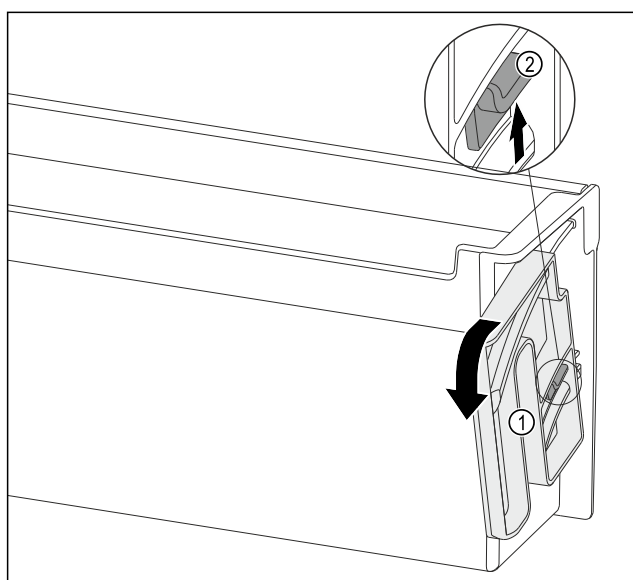

Fig. 133
- Ruotare l'unità di rotazione Fig. 133 (1) nella direzione indicata fino all'arresto.
- Premere la linguetta Fig. 133 (2) verso l'alto e rimuovere l'unità di rotazione Fig. 133 (1).